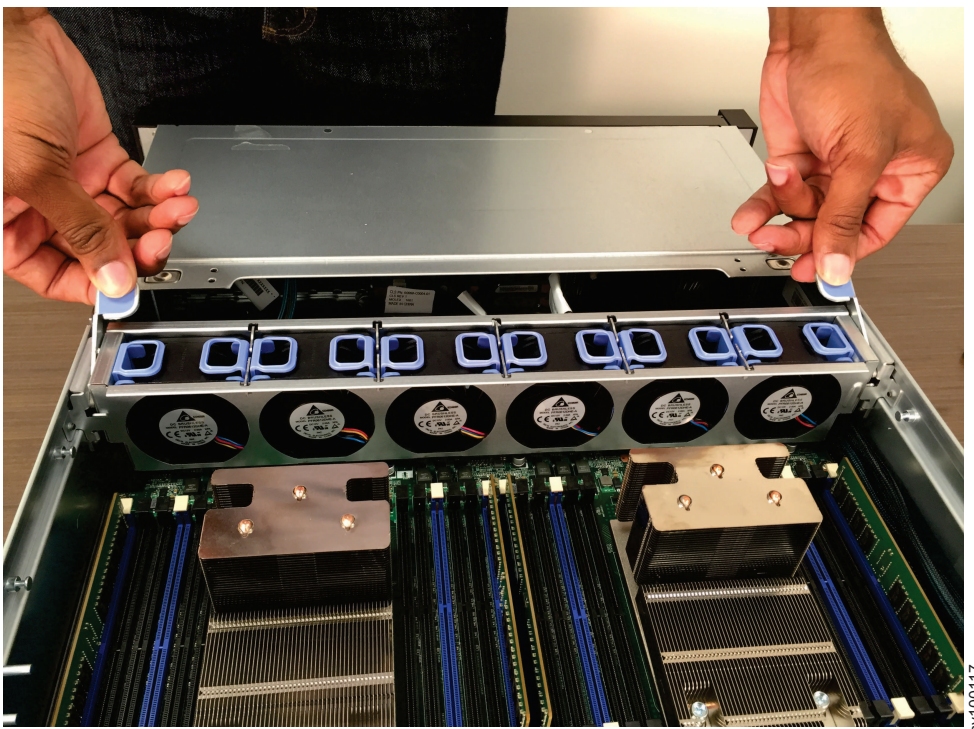

图 183. 将风扇支架按入到位
3. 将支架按压就位，直至风扇支架释放杆咔嗒一声锁定到位，如第 227 页的图 183 中所示。